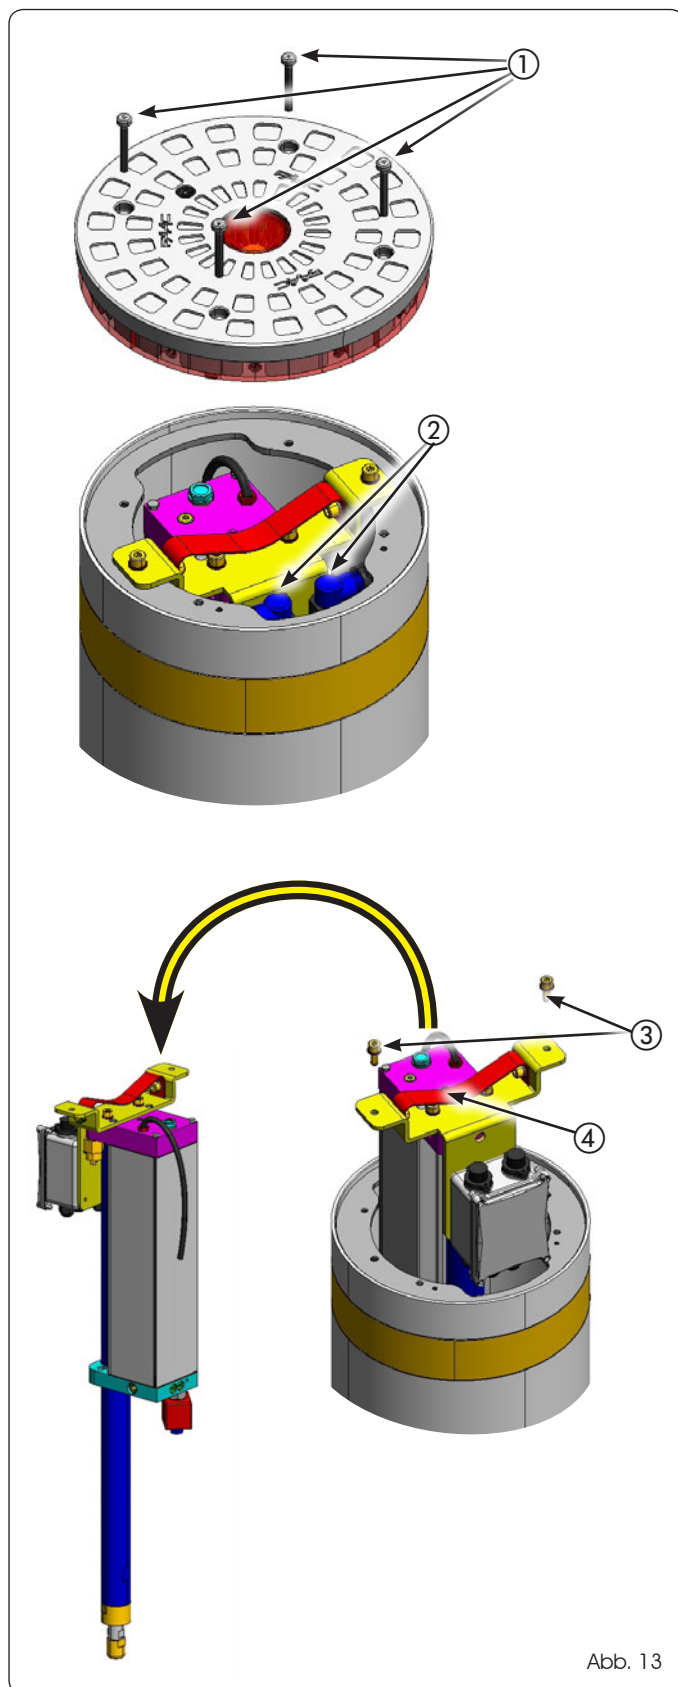

Abb. 13
Die Sperrschraube am Kopf des Pollers kann auch umgedreht angeschraubt werden, um zu verhindern, dass der Poller hydraulisch manuell eingefahren wird. Dafür zuerst die vier Befestigungsschrauben am Kopf abschrauben und den Kopf entfernen (siehe Abb. 13, Bez. ①)
1. Den oberen Kopf anheben und hierfür die entsprechenden vier TORX-Schrauben abschrauben (Abb. 13, Bez. ①)
2. Die beiden Steckverbinder an der internen Verteilerdose abklemmen (Abb. 13, Bez. ②)
3. Die beiden Schrauben, mit denen das Hydraulikaggregat am Zylinder befestigt ist, abschrauben (Abb. 13, Bez. ③)
4. Das Aggregat vollständig mithilfe des entsprechenden Griffs anheben (Abb. 13, Bez. ④).